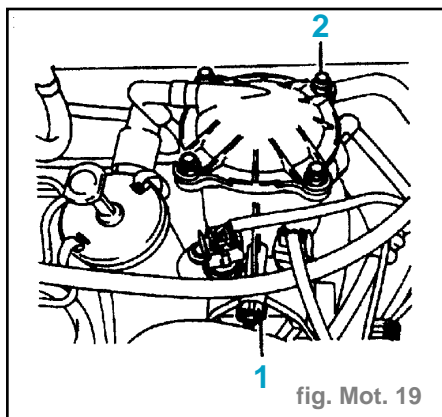

fig. Mot. 19
**Impératif :** Avant d'effectuer cette opération, vider le corps en ouvrant la vis de purge (1). Un tube plastique permet l'évacuation du gazole. Le non-respect de cette opération entraîne l'écoulement du gazole sur le mécanisme d'embrayage (fig. Mot. 19).